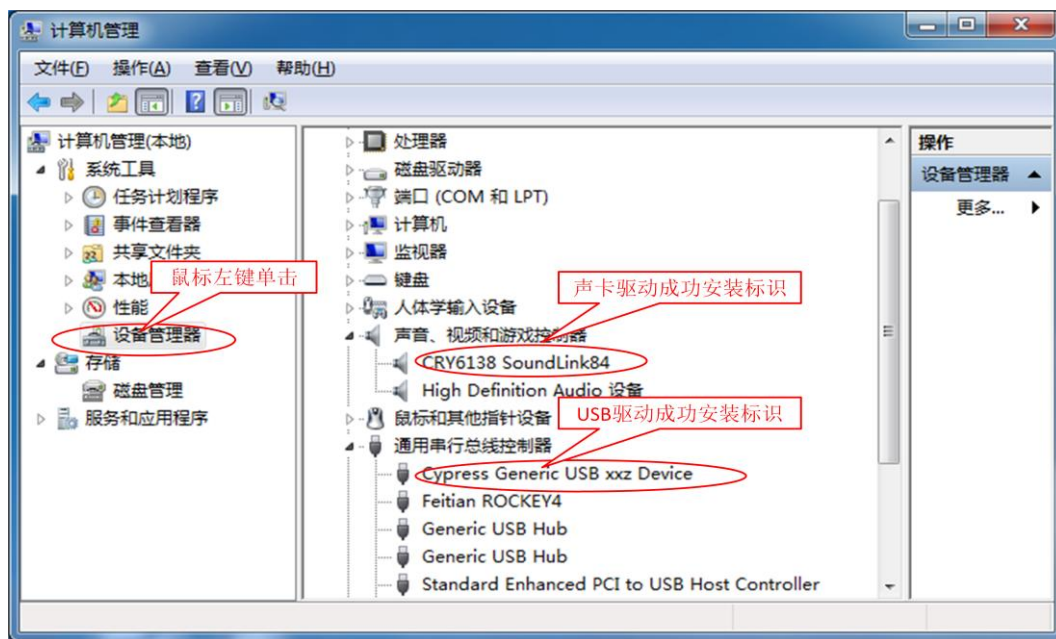

图 2.8 计算机管理对话框 2
(2)、在“计算机管理”对话框中左边窗口，点击设备管理器，在右边窗口点击“通用串行总线控制器”前面的“+”号，显示“通用串行总线控制器”所有的项，如图 2.8 所示。
- (2) 在“计算机管理”对话框中左边窗口，点击设备管理器，在右边窗口点击“声音、视频和游戏控制器”前面的“+”，显示所有项目，如图 2.8 所示；
- (3) 查看“声音、视频和游戏控制器”项中是否有“CRY6138 SoundLink84”项，若有则说明已经成功安装，若没有，则需要重新安装。